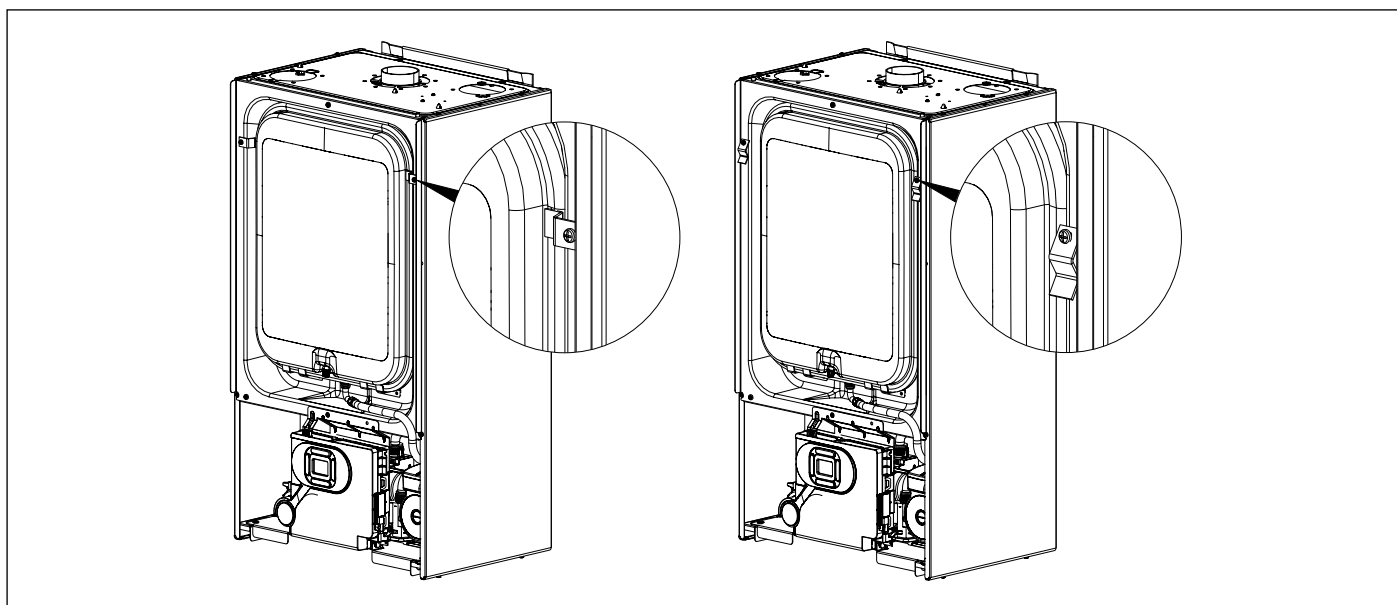
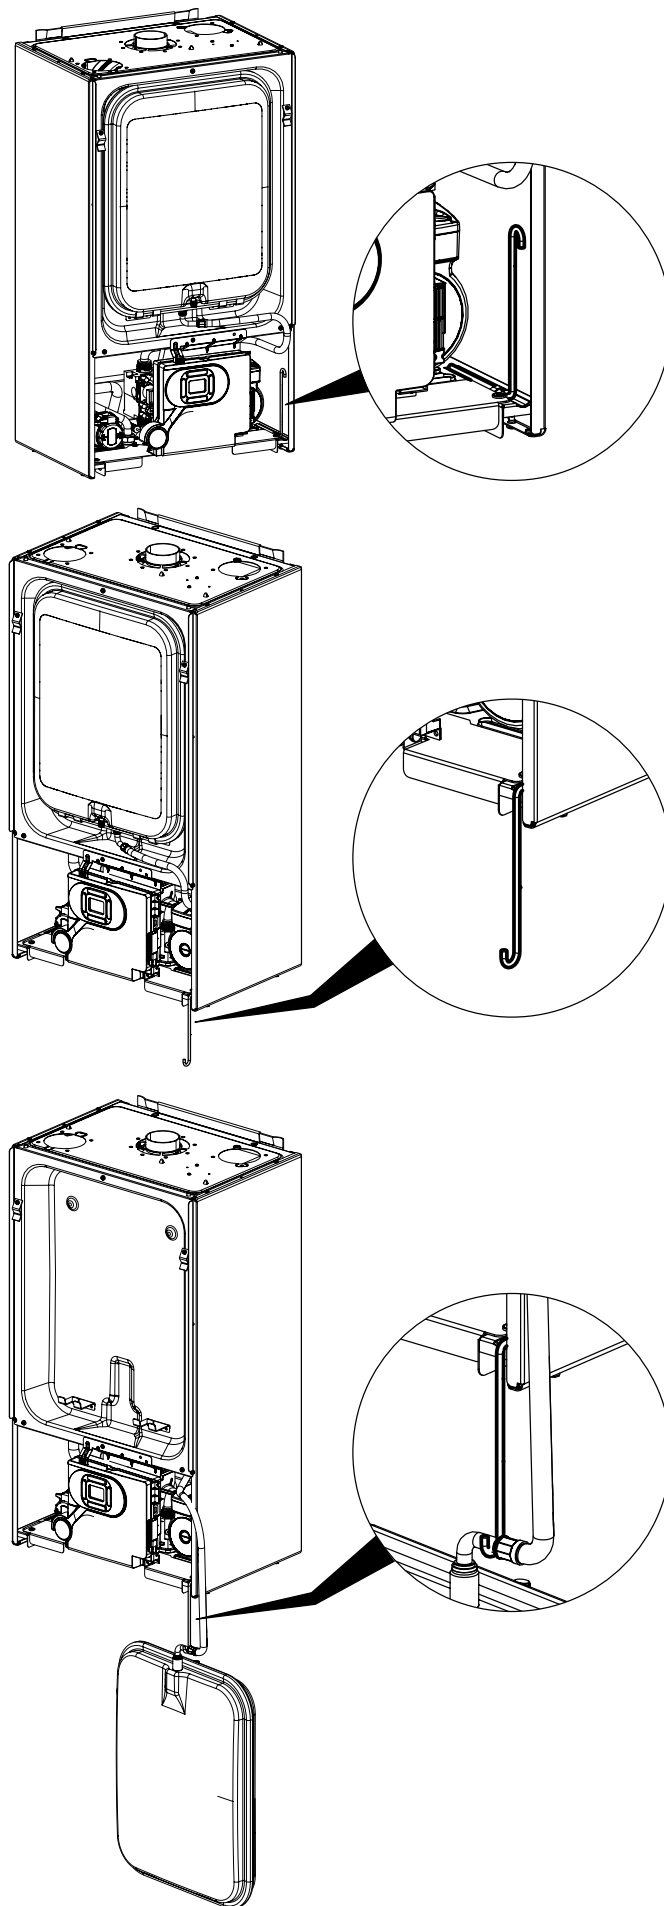
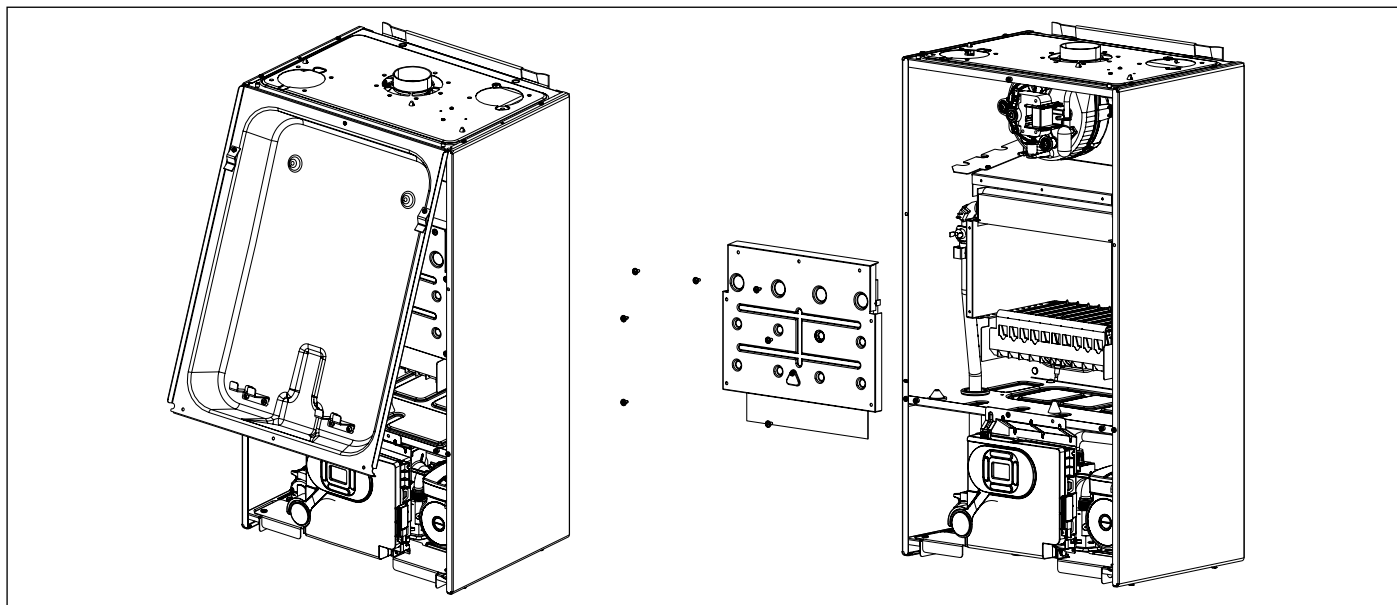

Рис. 27 Съемка фиксаторов расширительного бочка
Рис. 28 Скоба для закрепления расширительного бака
Рис. 29 Разбор камеры сгорания
- Снять переднюю панель герметичной камеры, предварительно сняв расширительный бак (смотри Рис. 27 Съемка фиксаторов расширительного бочка; Рис. 28 Скоба для закрепления расширительного бака и Рис. 29 Разбор камеры сгорания).
- Снять переднюю панель камеры сгорания (смотри Рис. 29 Разбор камеры сгорания).